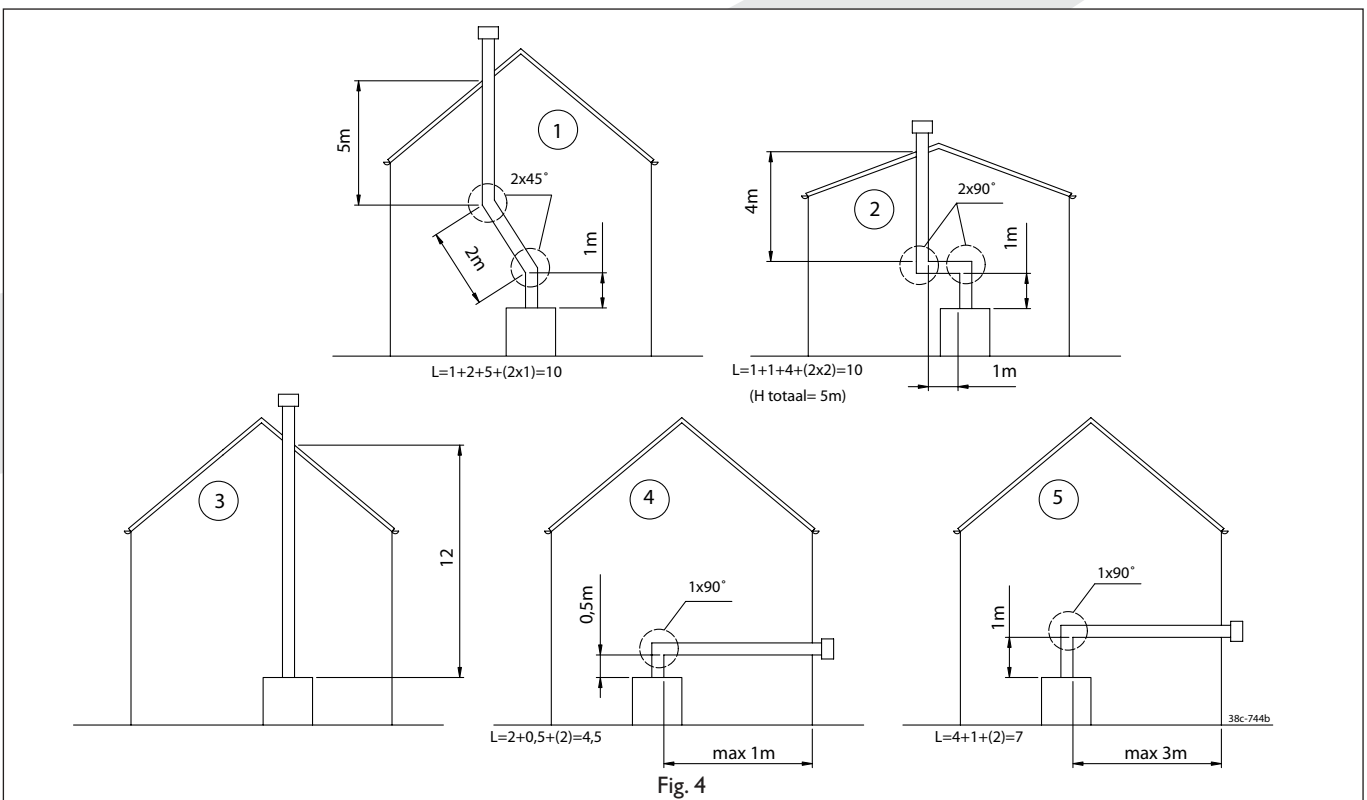

Fig. 4
Anschlußmöglichkeiten (Fig. 4)
Rechnen Sie für eine 90° Krümmung 2 Meter und für eine 45° Krümmung 1 Meter. Die Länge der Giebel- oder Dachdurchfuhr braucht nicht mitgerechnet zu werden. Die maximale Gesamtlänge ist die Summe der Rohrlänge plus der Länge für die Krümmungen (siehe die 5 Beispiele in Fig. 4).
- Entscheiden Sie sich für eine der Anschlussmöglichkeiten gemäss Fig. 4.